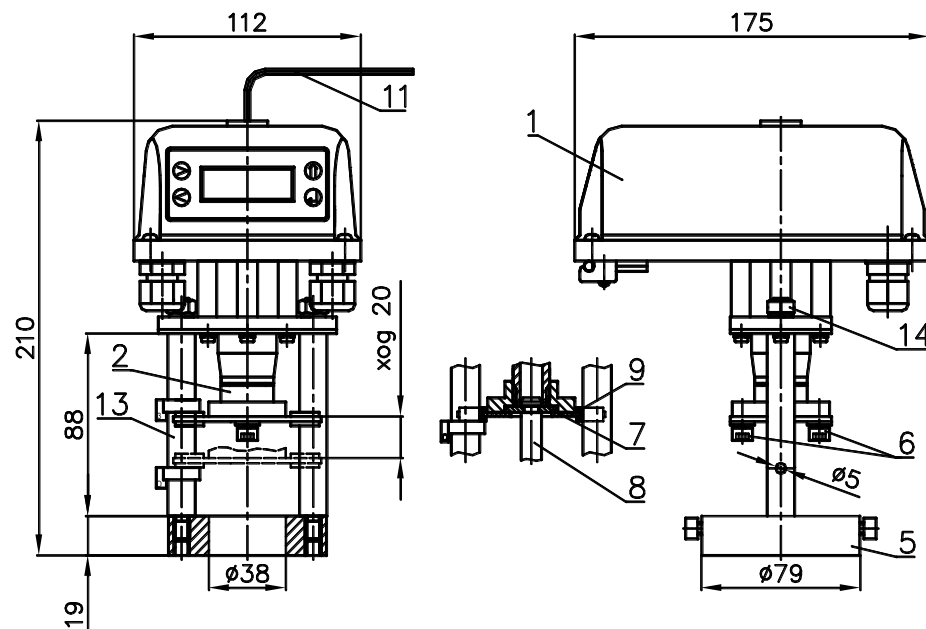

Рисунок 1 – ВЭП-228М
- электропривод (рисунок 1 – позиция 1);
- винтовая передача (рисунок 1 – позиция 2).
- открутить винты 6 (рисунок 1), снять детали 7 и 9 (рисунок 1);
- вращая ключ 11 приблизить выходной вал электропривода к штоку клапана и присоединить винтами детали 7 и 9 к гайке сборной 10 (рисунок 1);